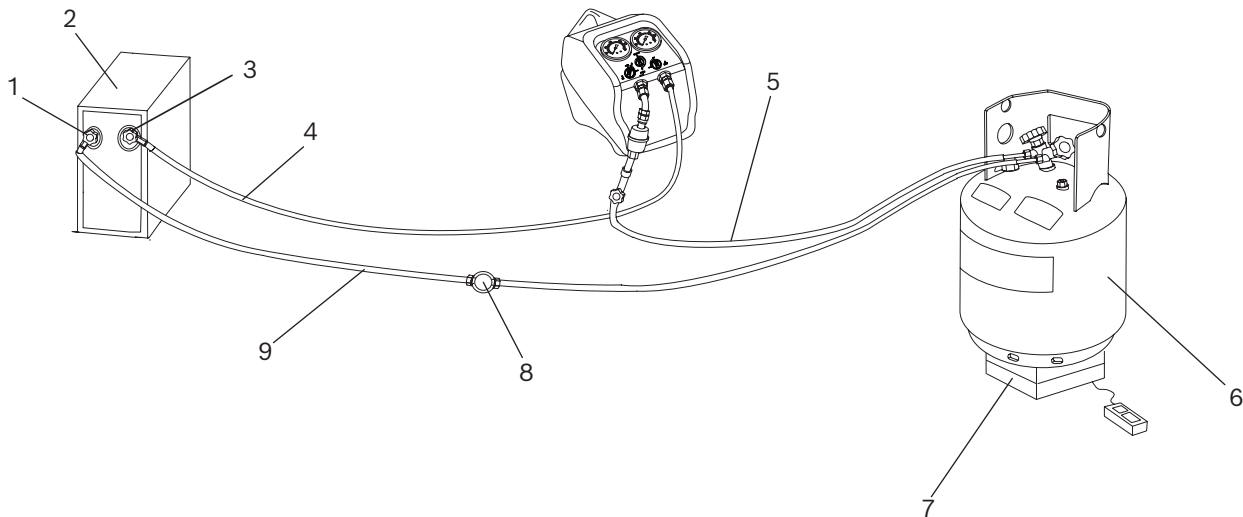

Fig.4: Récupération push-pull
4. Brancher le RG4.0 au système concerné, conformément à la Fig. 4. Suivre l'ordre indiqué ci-dessous. Utiliser uniquement des flexibles pour fluide frigorigène conformes aux réglementations locales. Étant donné que les flexibles doivent être permutés pour extraire le fluide frigorigène du système, il est nécessaire d'utiliser des flexibles équipés de vannes d'arrêt manuelles des deux côtés. Les présentes instructions ont été rédigées pour ces types de flexibles.
- Brancher un flexible à la prise liquide d'un réservoir de récupération à deux vannes agréé et l'autre extrémité à la prise de service côté haut (liquide) du système de climatisation ou frigorifique. Il est conseillé de disposer d'un regard (Fig. 4, Pos. 8) dans ce flexible pour surveiller le flux du fluide frigorigène liquide.
- ⇒ Le fluide frigorigène liquide devrait commencer à s'écouler dans le réservoir. Il est possible de le vérifier à travers le regard. Voir Fig. 4, Pos. 8.